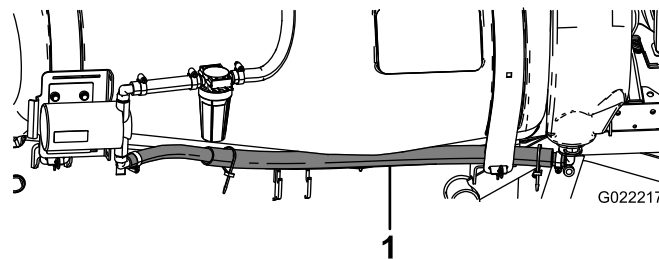

Figura 11
1. Enrute la manguera del depósito de enjuague entre el fleje delantero y el lateral del depósito (**Figura 11**).
3. Sujete el extremo de la manguera al conector de manguera inferior de la bomba de enjuague con una abrazadera (**Figura 11**).